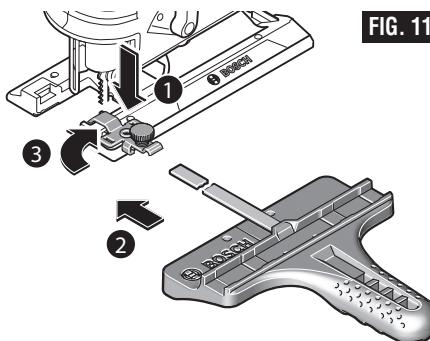

FIG. 11
- Coloque el pomo o los pomos en el lado apropiado de la(s) abrazadera(s) y apriete firmemente el pomo o los pomos en la(s) abrazadera(s) (Fig. 11)
- Apriete firmemente el pomo o los pomos de fijación en la(s) abrazadera(s) (Fig. 11).
- Coloque el pomo o los pomos de fijación en el lado apropiado de la(s) abrazadera(s) y apriete firmemente el pomo o los pomos de fijación en la(s) abrazadera(s) (Fig. 11)